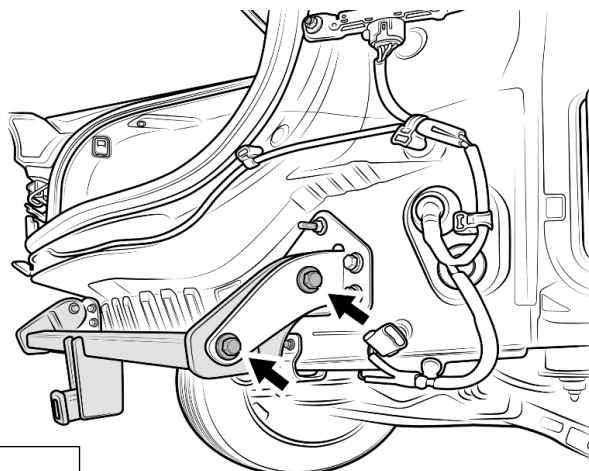

Fig. 12-1
(b) Poser (2) boulons de 14 mm dans les supports de cadre dans les écrous soudés des supports d'attelage sur les côtés gauche et droit (Fig. 12-1).